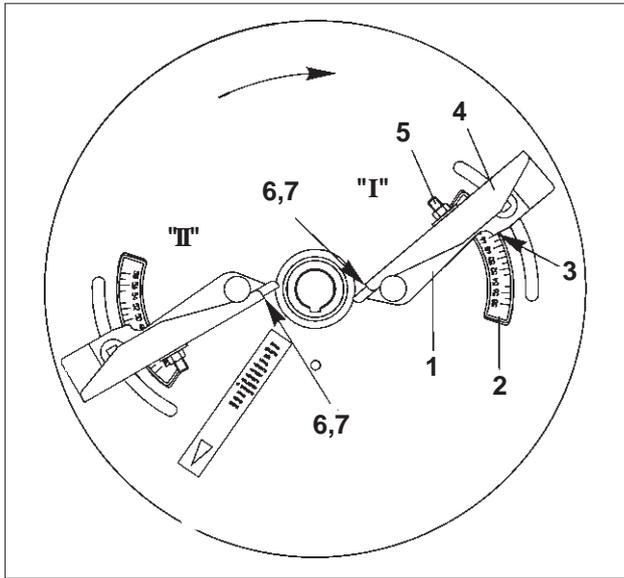

Fig. 7.22
Le réglage des disques de bordure TS 2, TS 3 ou TS 4 s'opère comme suit en agissant sur les aubes mobiles télescopiques (fig. 7.22/1) en fonction des indications fournies par le tableau de réglage, et selon l'engrais utilisé et de l'intervalle séparant la première voie de passage et la bordure du champ :
- a) Desserrez l'écrou-poignée et manœuvrez les aubes télescopiques (fig. 7.22/1) sur l'échelle graduée (fig. 7.22/2) du disque jusqu'à la valeur recherchée en s'aidant des graduations gravées le long de l'arrête de lecture (fig. 7.22/3). Resserrez ensuite l'écrou-poignée.
- b) En desserrant l'écrou (fig. 7.22/5) réglez l'extrémité de l'aube (fig. 7.22/4) sur une graduation de l'échelle plus élevée. Chaque position de l'extrémité de l'aube est lue sur l'arrête graduée (fig. 7.22/7) de l'échelle.